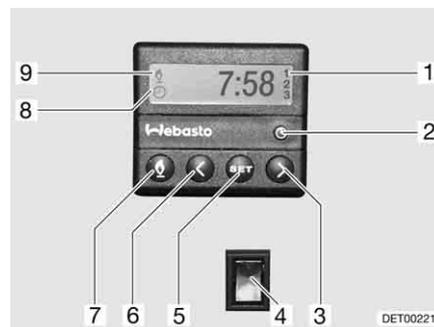

Bild 143 Bedieneinheit für Standheizung
- Taste (Bild 143,7) drücken. Der Heizbetrieb wird durch das Symbol (Bild 143,9) angezeigt. Das Gebläse wird erst bei einer Kühlwassertemperatur von 30 °C zugeschaltet.
- Taste (Bild 143,7) drücken. Das Symbol (Bild 143,9) erlischt.
- Schalter (Bild 143,4) unten drücken. Motor wird vorgewärmt. Das Gebläse wird sofort zugeschaltet.
- Schalter (Bild 143,4) oben drücken. Motor bleibt kalt.
- Taste (Bild 143,2) drücken. Die Uhrzeiteinstellung wird durch das Symbol (Bild 143,8) angezeigt.
- Mit den Tasten (Bild 143,3 und 6) die Uhrzeit einstellen.
- Taste (Bild 143,5) drücken.
- Innerhalb von 10 Sekunden mit den Tasten (Bild 143,3 und 6) die Einschaltzeit einstellen.
- Taste (Bild 143,5) so oft drücken, bis die gewünschte Programmnummer (Bild 143,1) im Display angezeigt wird.